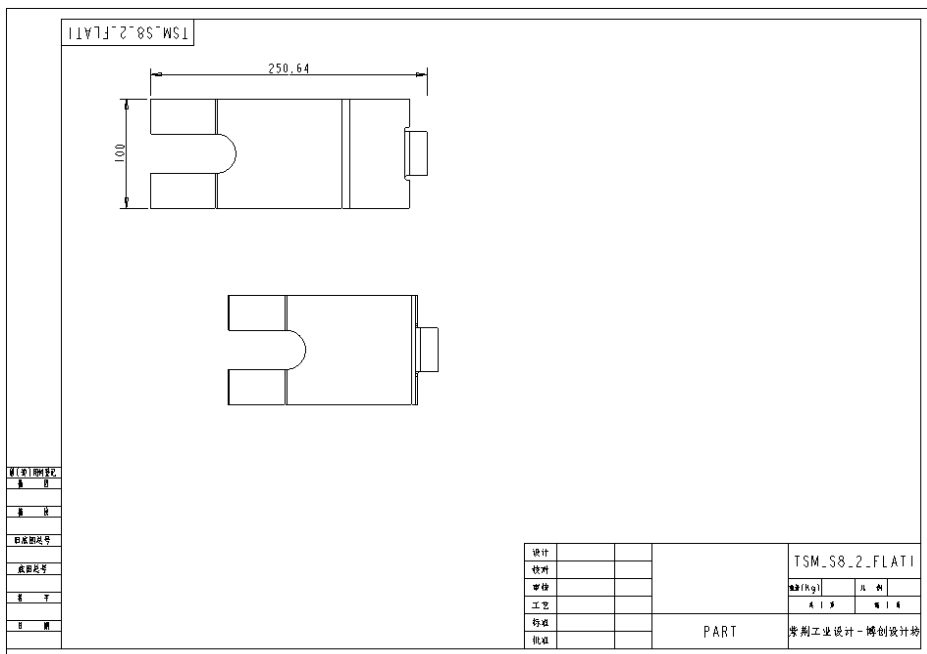

图 8-70 插入类属模型实例的一个视图
(1) 在功能区“布局”选项卡的“模型视图”组中单击 (普通视图) 按钮。
(2) 系统在状态栏中提示“选择绘图视图的中心点。”，在图框内的合适位置处单击，以指定放置一般视图的中心点，此时系统弹出“绘图视图”对话框。
(3) 在“绘图视图”对话框的“视图类型”类别选项卡中，从“模型视图名”列表中选择来自模型的名称为 TOP，单击“应用”按钮。
(4) 在“类别”列表框中选择“视图显示”类别，切换到“视图显示”类别选项卡。从“显示样式”下拉列表框中选择“消隐”选项，从“相切边显示样式”下拉列表框中选择“默认”选项，单击“应用”按钮。
(5) 关闭“绘图视图”对话框。确保此绘图比例仍然为 1:2，得到的工程视图效果如图 8-70 所示。